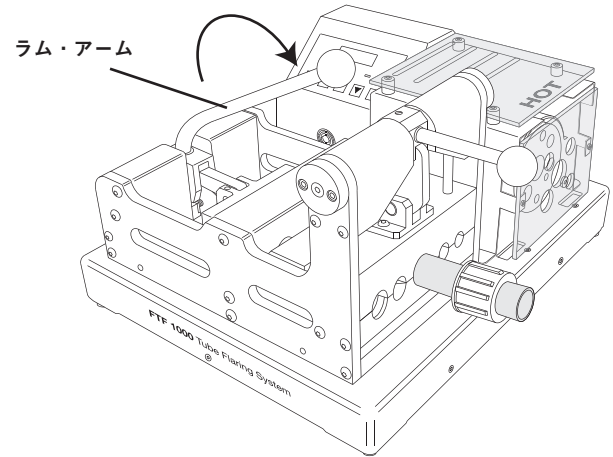

図 10
3. ラム・アームを素早く完全に押し倒し、ラムを所定の位置に固定します。アームを完全に押し倒すと、タイマーが自動的にスタートします。冷却時間が来ると、アラームが鳴り、「Cooling Cycle Complete」が点滅します。(図 10 参照)